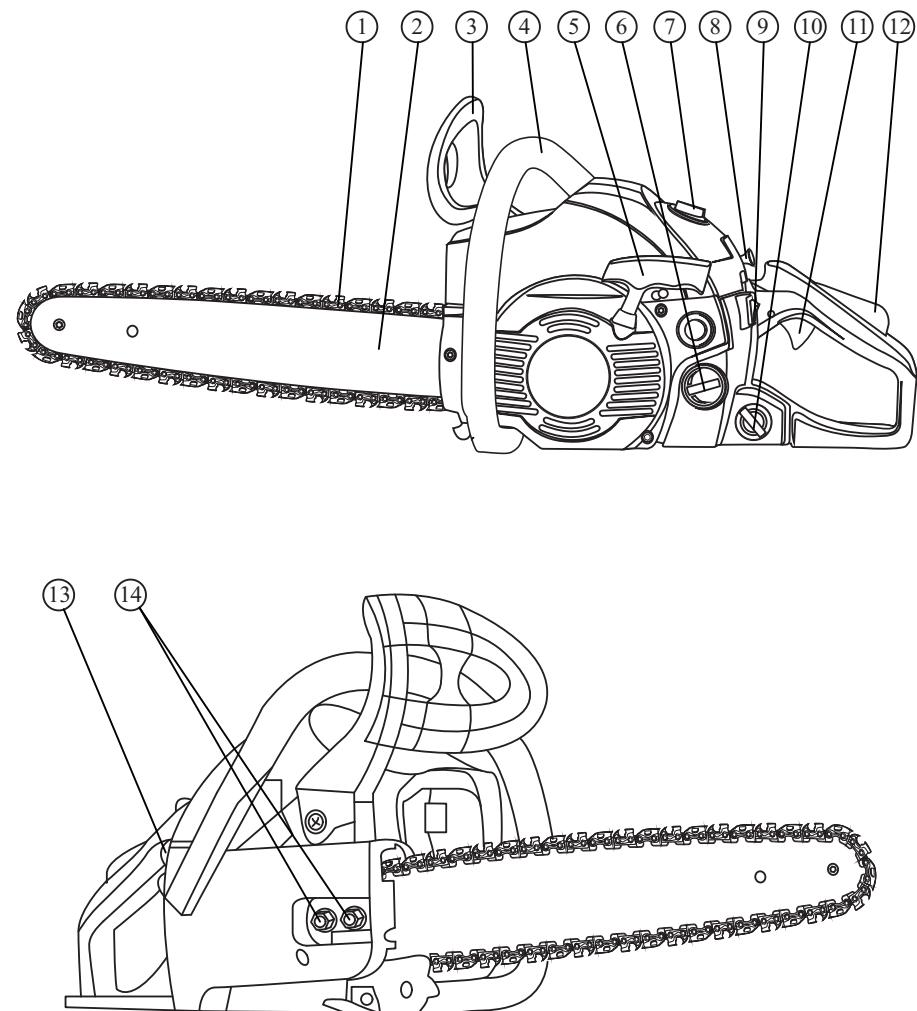
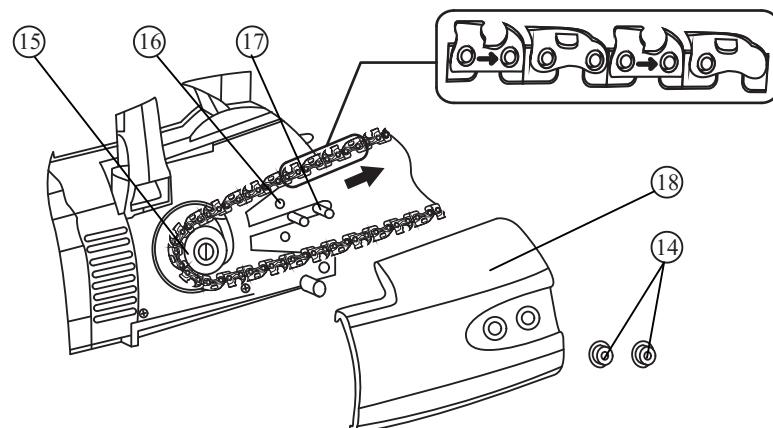

Рис. 1
Рис. 2
4.2.1. Установите пильную цепь в следующем порядке (рис. 2):
- отверните две гайки 14 (рис. 1) и снимите крышку натяжителя 18 (рис. 2);
- наденьте на шину 2 пильную цепь 1 так, чтобы режущая кромка была направлена в сторону движения цепи (рис. 2) (в соответствии с обозначением направления движения на самой цепи);